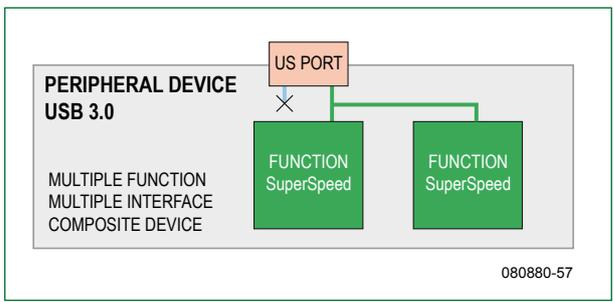

Figure 7. Périphérique composite
- Appareil multifonctions, multi-interface. C'est un périphérique composite (Figure 7).